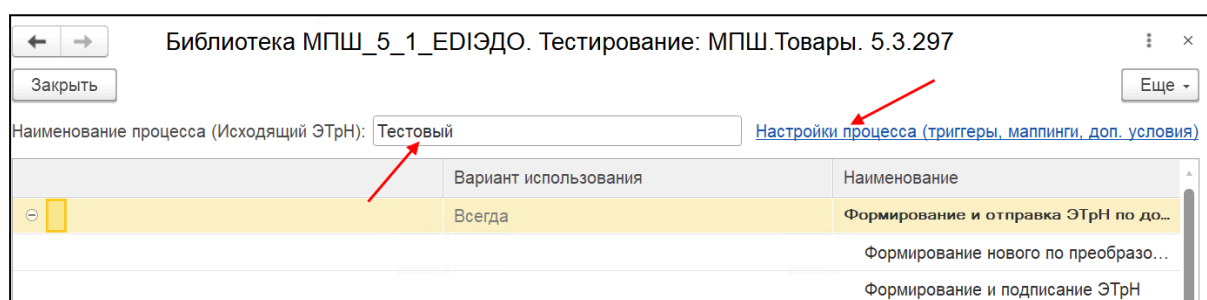

Рис. 32. Ввод название процесса для исходящей ЭТрН и ее настройка
3. Введите название процесса (рис. 32) и нажмите на ссылку «Настройка процесса (триггеры, маппинги, доп. условия)».